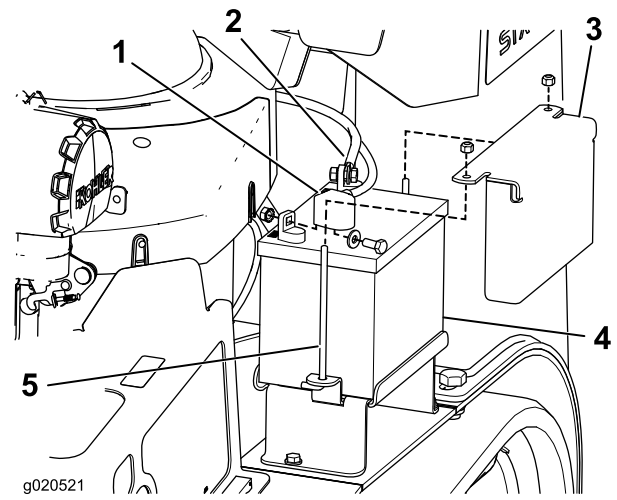

Figure 42
4. Enlevez le capuchon rouge de la borne positive (rouge) de la batterie. Débranchez ensuite le câble positif (rouge) de la batterie (Figure 42).
5. Enlevez la plaque de maintien, les boulons en J et les contre-écrous de fixation de la batterie (Figure 42) et retirez la batterie.
1. Placez la batterie sur la machine (Figure 42).
3. Commencez par relier le câble positif (rouge) à la borne positive (+) de la batterie avec un écrou, une rondelle et un boulon (Figure 42). Glissez le capuchon de caoutchouc sur la borne de la batterie.
4. Reliez ensuite le câble négatif et le câble de masse à la borne négative (-) de la batterie avec un écrou, une rondelle et un boulon (Figure 42). Glissez le capuchon de caoutchouc sur la borne de la batterie.